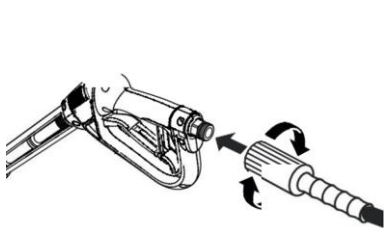

Fig. 10a
- Collegare l'altra estremità del tubo flessibile alla pistola ruotandola in senso orario o utilizzando la funzione di collegamento rapido, a seconda del modello ricevuto. Fare riferimento alle Fig. 10a e 10b per le illustrazioni.